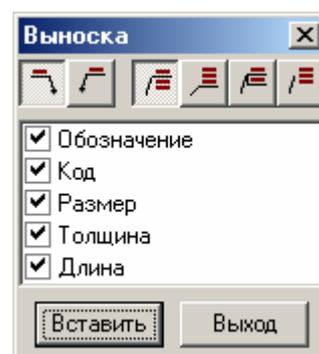

Рис. 73 Диалоговое окно *Выноска*
2. В открывшемся диалоговом окне *Выноска* (рис. 73) указать элементы, составляющие текст выноски: *Обозначение*, *Код*, *Размер*, *Толщина* и *Длина*.